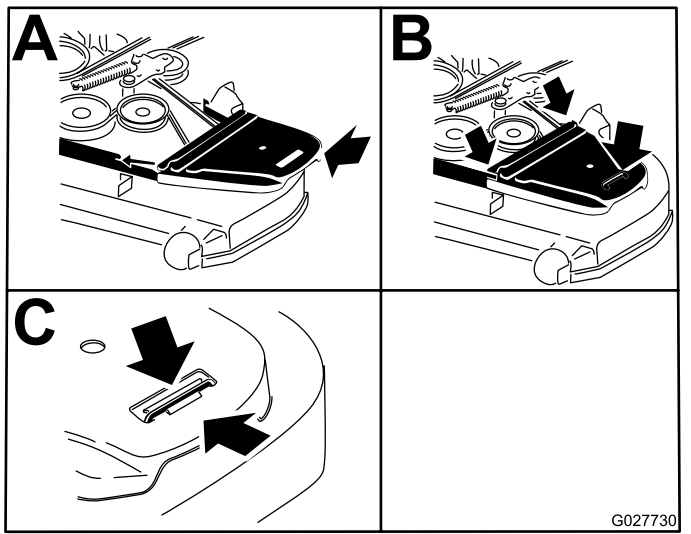

Figura 94
9. Asegúrese de que la pestaña de la guía de la correa entra en contacto con el buje pivotante (Figura 94).
11. Instale las cubiertas de la correa (Figura 94).